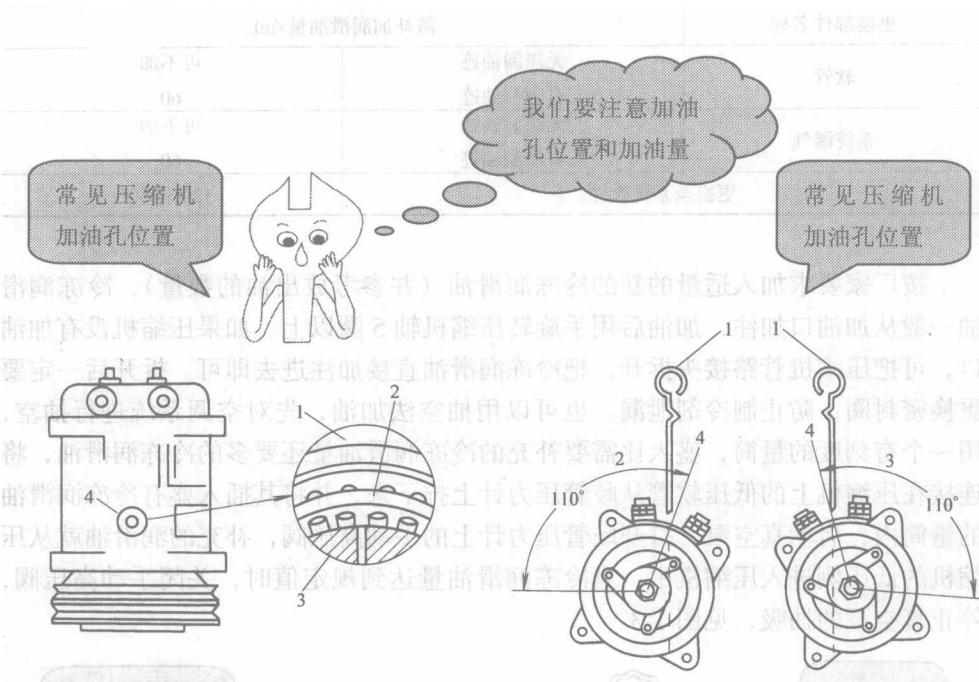

图 1-1
4) 擦净压缩机外表面的灰尘或油脂，根据不同的厂家摆放要求角度，通过吸管从注油孔将冷冻润滑油采用吸出方式倒出（注：要放入带刻度的容器内，用以检查冷冻润滑油的数量，作为维修参考），有的压缩机有指示的油尺，可根据油尺来确定是否缺油及加油的数量。油尺和倾斜角度关系见表1-1，轿车空调更换部件需补加的润滑油见表1-2。常见压缩机加油孔位置见图1-1和图1-2。